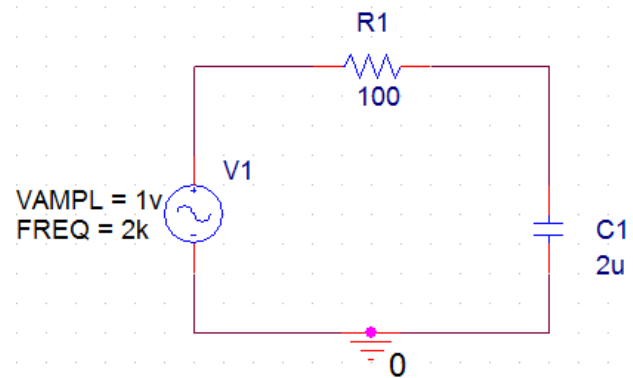

Рисунок 6.17 – Схема послідовного RC-кола
23. Відкрийте в редакторі *OrCAD Capture* схему *Prizvushe_RC_trans.sch* (рис. 6.17).